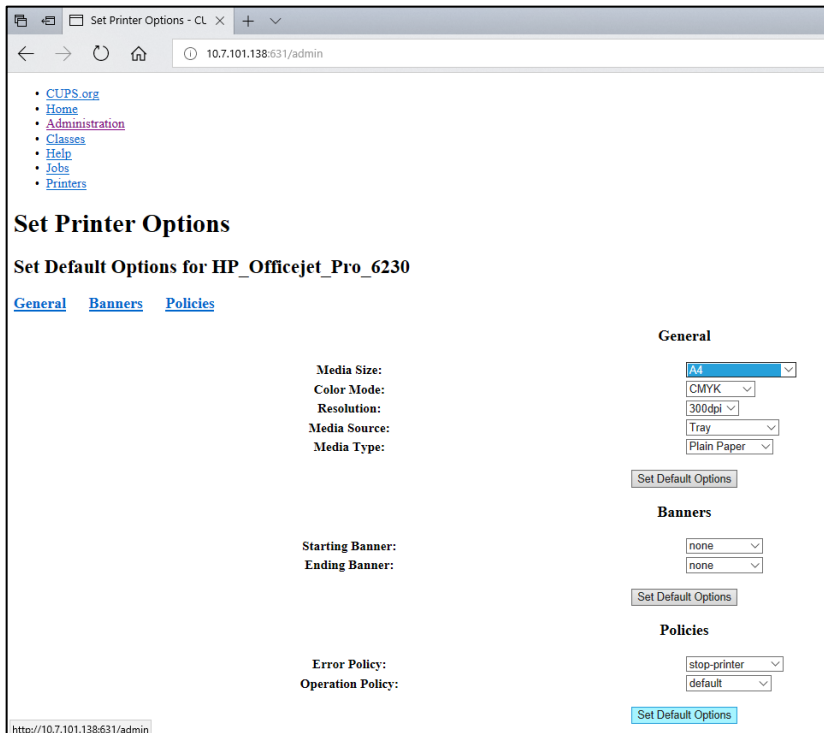

Рис. 104. Вибір правильного формату друку.
7. Виберіть правильне значення **Media Size** (Формат друку), наприклад A4, оскільки деякі принтери не друкуватимуть, якщо формат паперу неправильний. Далі збережіть вибір, натиснувши **Set Default Options** (Установити параметри за замовчуванням), (рис. 104).